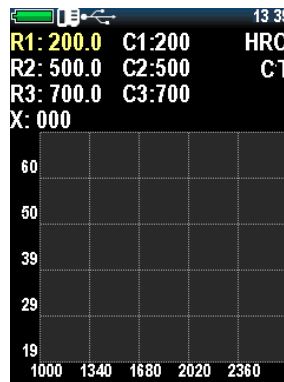

Рисунок 2.29 – Таблица калибровки
1. Для выбора нажмите клавишу «», появится таблица (рис. 2.29). Устройство, делая измерения, получает номинальные коды, цель калибровки – это найти корреляционную зависимость между номиналом кода и значением твердости (построение функции зависимости).